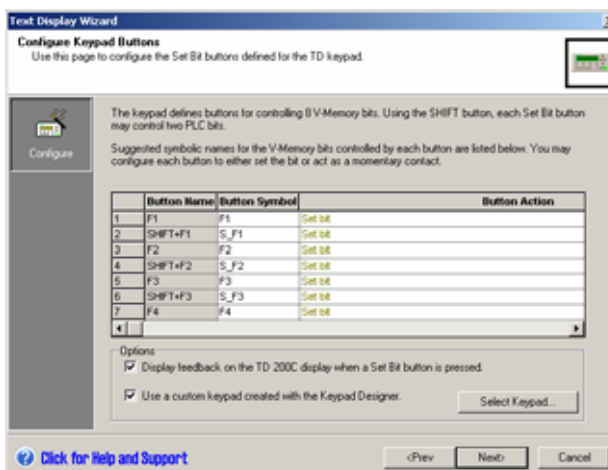

Рис. 4-11 Конфигурирование функций клавиш
1. Выберите «Use a custom keypad created with the Keypad Designer». (Отметьте поле выбора в опциях диалога «Configure Keypad Buttons» см. Рис. 4-11.)
Как показано на рис. 4-11, диалог «Configure Keypad Buttons» позволяет вам выбрать символическое имя и действие для каждой конфигурируемой клавиши устройства TD.
Устройство TD может выводить специальную иконку на дисплей, обеспечивая визуальную обратную связь с оператором, показывая что была нажата клавиша устанавливающая бит в CPU. Установите поле выбора внизу экрана «Keypad Buttons wizard» для активизации этой возможности (см. рис. 4-11).